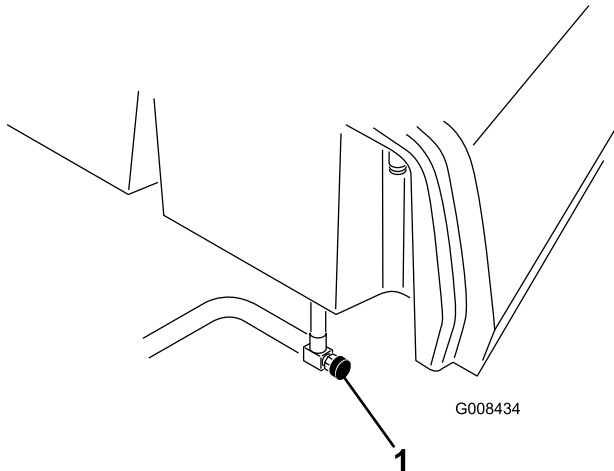

Рисунок 38
1. Закройте клапан отключения подачи топлива, расположенный под топливным баком (Рисунок 38).